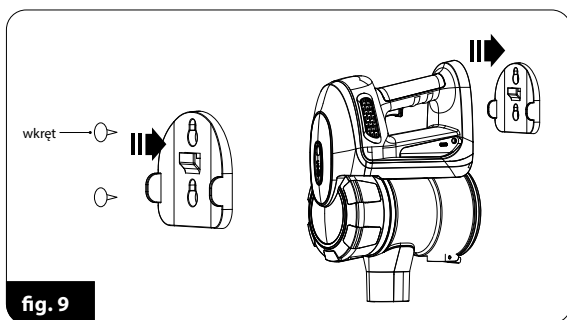

fig. 9
3. Placez le support (24) à l'endroit souhaité sur le mur, le meuble, etc. et marquez au crayon les emplacements des vis fournies avec l'aspirateur.
4. Serrez les vis (fig.9), mais ne les serrez pas complètement, afin de pouvoir fixer facilement le support.